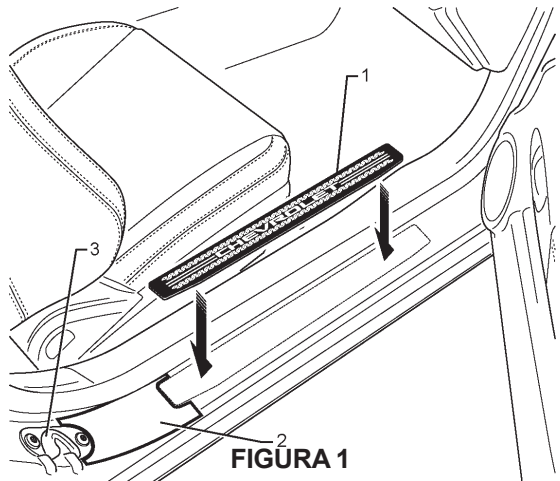

FIGURA 1
3. Coloque la plantilla (2) a lo largo del umbral con el borde trasero de la plantilla colocado alrededor del borde inferior de la placa de alineación de la guía de la puerta (3) y al ras con la lámina de metal de la apertura de la puerta levantada. Coloque con cinta adhesiva la plantilla en su posición. Consulte la figura 1.